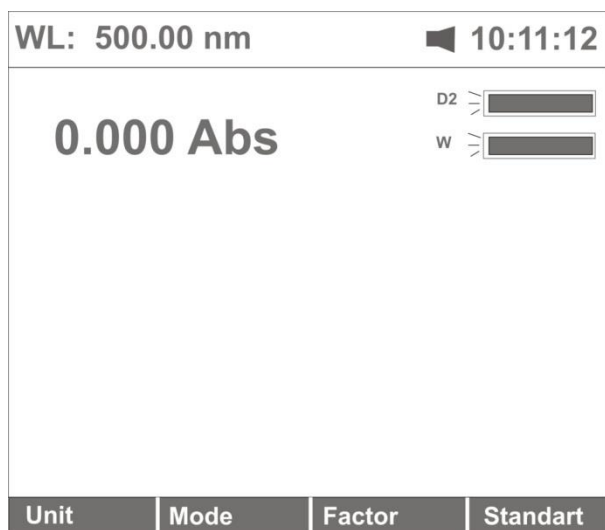

Рисунок 8
- Нажмите клавишу [0Abs/100%T] для обнуления показаний оптической плотности – 0.000 Abs (или 100.00 T%) по холостому раствору (воздуху). (см . рис. 8)
Примечание: если устройство автоматической смены ячейки не установлено, запись “cell#” (ячейка №) и “Max E” отсутствуют на дисплее (рис.8,9 и далее в тексте).